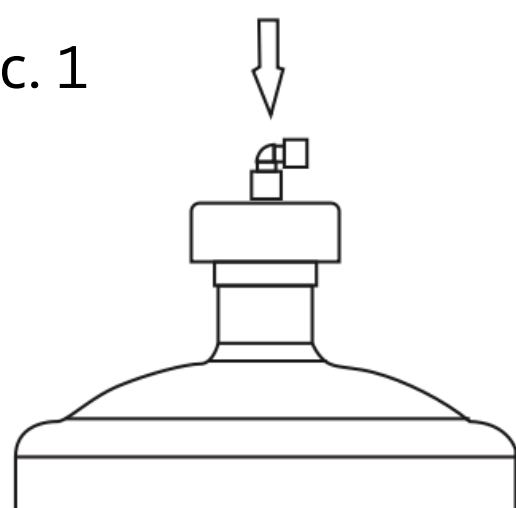

рис. 2
2. Соединительный элемент легко снимается для очистки. Промывайте его тёплой водой с мягким моющим средством (рис. 2).